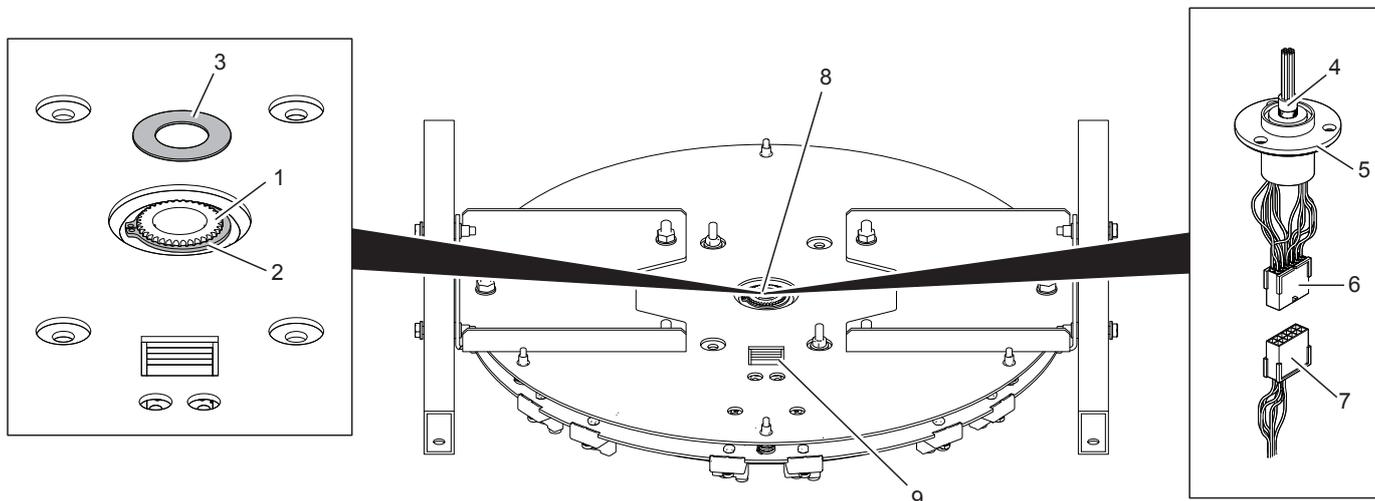
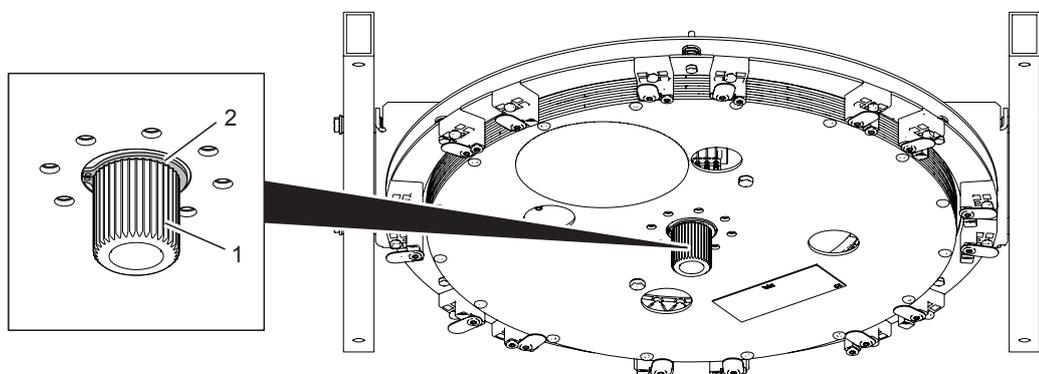

Рис. 50 Привод (вид сверху)
Рис. 51 Привод (вид снизу)
6. Вставить зубчатый вал в центр привода (рис. 50/8) и зафиксировать его 2 пружинными кольцами во избежание падения (рис. 50/2) и (рис. 51/2). Смазать нижние зубья зубчатого вала при их вставке (рис. 51/1).
7. Очистить верхнюю часть вставленного зубчатого вала (рис. 50/1) с помощью ткани и обезжиривателя.
8. Снять пленку с клейкой стороны «липучки» в форме кольца (рис. 50/3) и прикрепить ее к зубчатому валу.
10. Провести кабель токоприемника вниз в сторону привода (со стороны двигателя и датчика на эффекте Холла, рис. 51/9) и подключить кабель к регулятору после установки двигателя.
11. Подключить кабели двигателя и датчика на эффекте Холла к приводу (рис. 50/9).